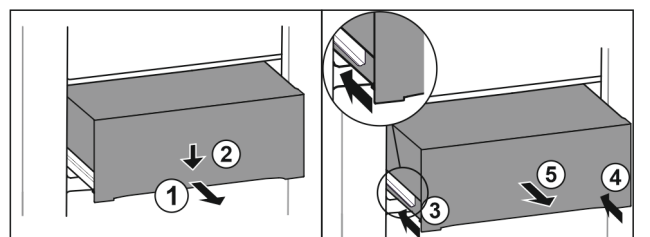

Fig. 168
- ▶ Vedä laatikko puoliväliin ulos. *Fig. 168 (1)*
- ▶ Paina vetolaatikkoo etupuolelta alaspäin. *Fig. 168 (2)*
- ▶ Työnnä vasenta kiskoa noin 2 cm sisään. *Fig. 168 (3)*
- ▶ Työnnä oikeaa kiskoa noin 2 cm sisään. *Fig. 168 (4)*
- ▶ Poista vetolaatikko vetämällä sitä eteenpäin. *Fig. 168 (5)*